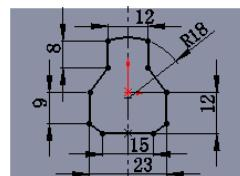

图 16.2.5 横断面草图
② 定义横断面草图。在草图环境中绘制图 16.2.5 所示的横断面草图。
③ 选择下拉菜单 **插入(I)** → **退出草图** 命令，退出草图环境，此时系统弹出“凸台一拉伸”对话框。
(3) 定义拉伸深度属性。
① 定义深度方向。采用系统默认的深度方向。